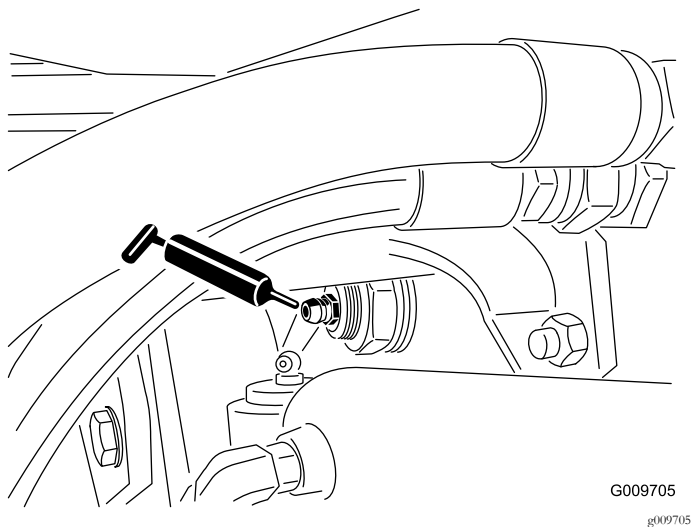

Figura 33
- Boccole orientabili dell'assale posteriore (2) come illustrato nella Figura 33